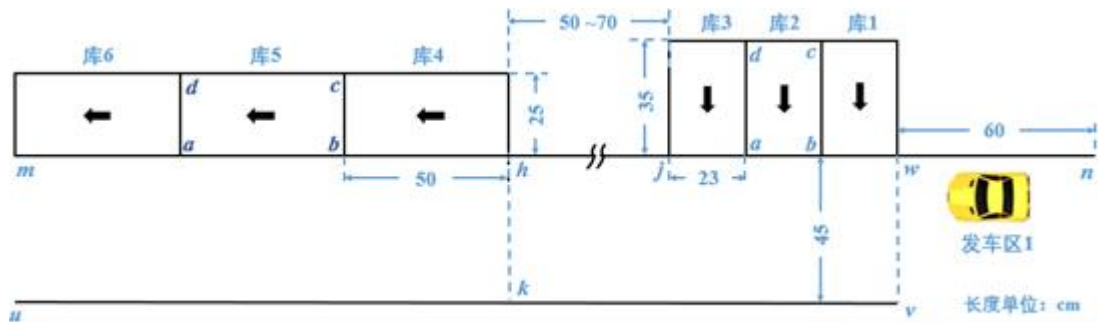
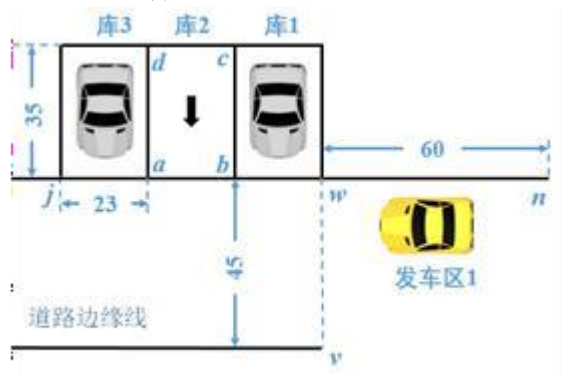
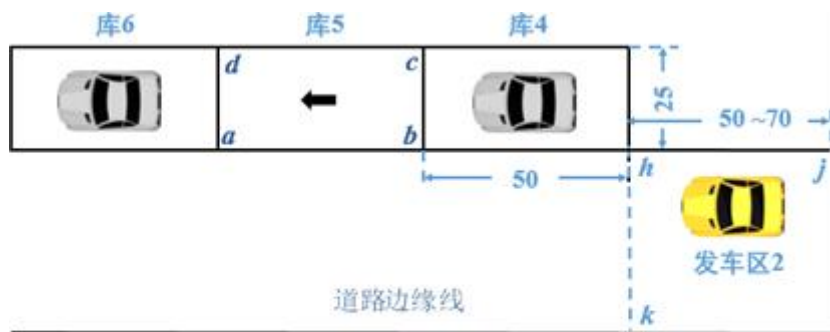

图 1 作品测试泊车场地示意图
图 2 倒车入库/出库区域示意图
图3 侧方入库/出库区域示意图
设计制作具有自动泊车功能的电动车，可在图 1 所示的作品测试泊车场地上，分别独立完成“倒车入库/出库”或“侧方入库/出库”的单项操作，也可连续完成这两项入库/出库的操作。
(1) 单项倒车入库/出库①：如图 2 所示，一键启动摆放在“发车区 1”内的电动车，电动车以“右侧垂直泊车方式”自动倒车进入库 2 内居中位置停车（详见图 2 中库区  $abcd$ ，此时库 1、库 3 内均停有车辆），倒车入库时间  $T_1$  越短越好（ $T_1$  定义见本题说明， $T_1 > 30s$  的  $T_1$  测试项成绩记 0 分）。电动车在库内停车到位 5s 后，沿车头方向右转出库，车身整体出库时间不超过 15s。（20 分）
(2) 单项侧方入库/出库①：如图 3 所示，一键启动摆放在“发车区 2”内的电动车，电动车以“右侧平行泊车方式”自动泊入库 5 内居中位置停车（详见图 3 中库区  $abcd$ ，此时库 4、库 6 内均停有车辆），侧方入库时间  $T_2$  越短越好（ $T_2$  定义见本题说明， $T_2 > 30s$  的  $T_2$  测试项成绩记 0 分）。电动车在库内停车到位 5s 后，沿车头方向出库，车身整体出库时间不超过 15s。（20 分）
(3) 单项倒车入库/出库②：移除图2中库1、库3内停放的车辆，逐条按照第(1)项要求，电动车完成“邻库无车”时的倒车入库/出库。(20分)
(4) 单项侧方入库/出库②：移除图3中库4、库6内停放的车辆，逐条按照第(2)项要求，电动车完成“邻库无车”时的侧方入库/出库。(20分)
(5) 连续倒车与侧方入库/出库①：如果参赛者确认其作品能连续完成第(1)、(2)项功能要求，可直接测试本项，成功完成的将在第(1)、(2)项得分基础上加5分。此刻泊车场地(图1)中的库1、3、4、6内均居中停有车辆。电动车自图1中“发车区1”内一键启动泊车，按第(1)、(2)项要求，连续完成自动倒车及侧方入库/出库。(5分)
(6) 连续倒车与侧方入库/出库②：如果参赛者确认能够连续完成第(3)、(4)项功能要求，则直接测试第(6)项，成功完成的可在第(3)、(4)项得分基础上加5分。此刻同时移除泊车场地(图1)中的库1、3、4、6内所有停放车辆，电动车自图1中“发车区1”内一键启动泊车，按照第(3)、(4)项要求，连续完成自动倒车与侧方入库/出库。(5分)
(7) 其他 (10分)
(8) 设计报告 (20分)
2) **测试场地**: 赛区测试电动车自动泊车的场地如图 1 所示, 单项泊车场地(图2、图3)各为赛区测试场地(图1)的一部分, 赛区测试场地不标注蓝色字符和线段, 直线段  $h_j$  长度范围  $50\sim 70\text{cm}$  (具体长度由赛区决定)。倒库泊车的三个车库(库1~3) 长度均为  $35\text{cm}$ 、宽度均为  $23\text{cm}$ ; 侧方泊车的三个车库(库4~6) 长度均为  $50\text{cm}$ 、宽度均为  $25\text{cm}$ 。图中长方形  $abcd$  为泊车库, 线段  $ab$  为“库口线”, 线段  $bc$ 、 $cd$ 、 $da$  为“库边线”; 线段  $uv$  与  $mn$  为道路边缘线,  $mn$  与所有“库口线”重合。泊车场地应铺白纸, 纸上的黑色实线用  $1.8\text{cm}$  左右的宽度的黑色胶带粘贴而成。
3) **发车区 1**: 测试第(1)、(3)项及第(5)、(6)项要求的功能时, 电动车应摆放于图 1 中“发车区 1”内, 即车身右侧投影线距离直线段  $mn$  约  $5\text{cm}$ , 车头投影线距离前方虚线段  $wv$  约  $5\sim 30\text{cm}$ , 测试时将随机调整该距离。
4) **发车区 2**: 测试第(2)、(4)项要求的功能时, 电动车应摆放于图 3 中“发车区 2”内, 即车身右侧投影线距离直线段  $mn$  约  $5\text{cm}$ , 车头投影线距离前方虚线段  $hk$  约  $5\sim 30\text{cm}$ , 测试时将随机调整该距离。